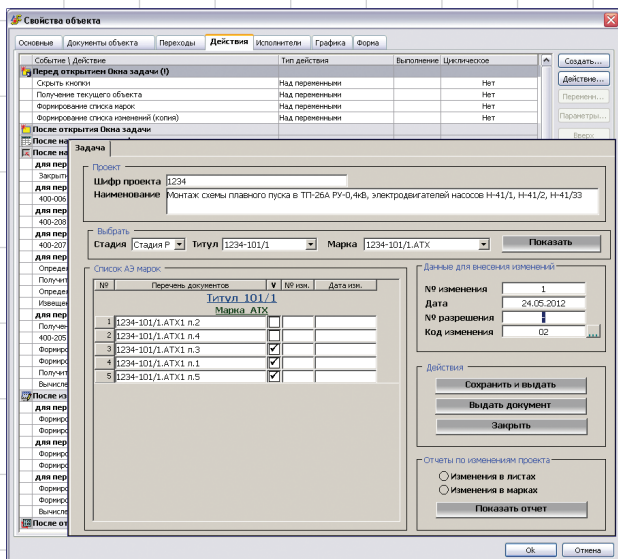

Рис. 8. Учет изменений в проектной документации (предыдущая реализация)
- собственно наличие шаблонов работ, что усложняло программную часть (рис. 8);